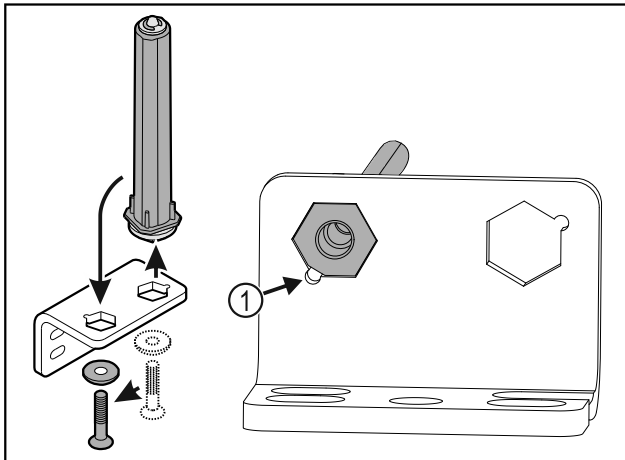

Fig. 38
- ▶ Aveți în vedere ca la introducere, teșitura bolțului Fig. 38 (1) să fie orientată spre orificiul rotund.